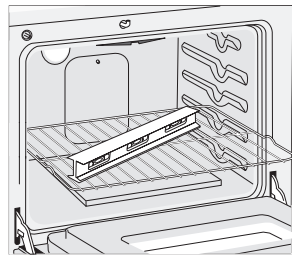
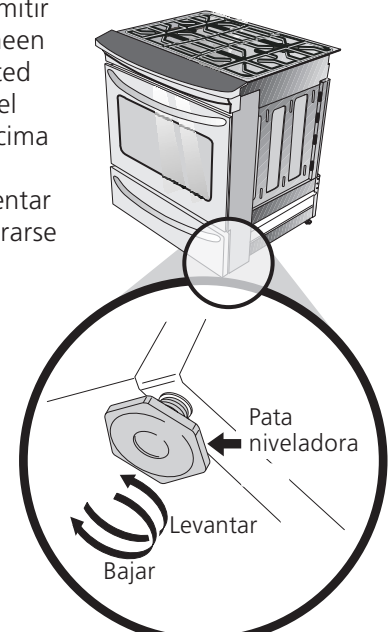

Figura 8
Figura 14
2. Ponga un nivel sobre la parrilla (Figura 8). Tome dos lecturas con el nivel puesto diagonalmente en una dirección y después en la otra. Nivele la estufa, si es necesario, ajustando las 4 patas niveladoras con una llave de tuercas (Figura 14).
4. Nivele la estufa si es necesario ajustando las cuatro patas niveladoras con una llave (Ver la Figura 14 abajo). Se requiere un espacio libre mínimo de 1/8" (0.8 cm) entre la parte inferior de la estufa y los niveladores de las patas traseras para dejar espacio para los soportes antivuelco.